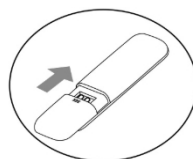

Abb. 3
- Setzen Sie die Abdeckung wieder in das Batteriefach ein (siehe Pfeilrichtung in Abb. 3).